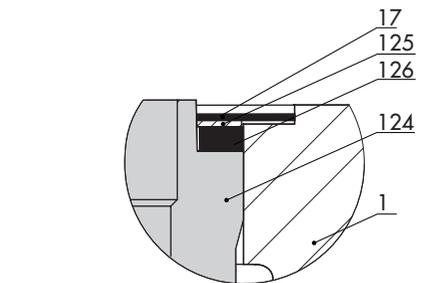

Bild 9-5: Flachdichtung (17)
7. Neue Flachdichtung (17) in die Nut von Sitzhalterung (124) und Gehäuse (1) einlegen, vgl. Bild 9-5.
8. Joch (60), Oberteil (2) und Kegel mit Kegelstange (5) lose auf das Gehäuse setzen. Sicherstellen, dass eine Öffnung der Sitzhalterung (124) zum Ventilausgang zeigt.